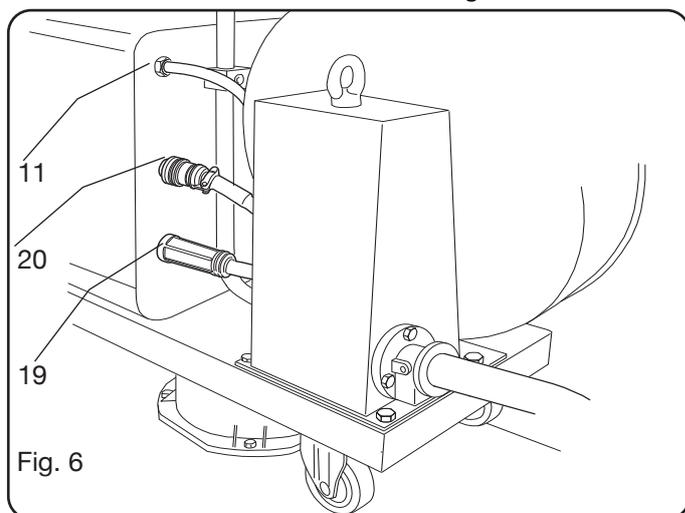

Fig. 6
- Conectar la otra extremidad de la conexión **BA** al carro arrastrarlo tal como se indica en Fig. 6.